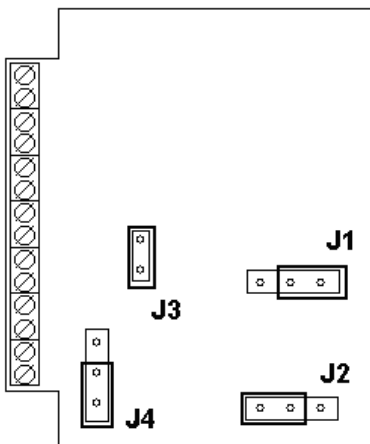

Рисунок 4– Нормальное положение перемычек контроллера
5 Выключить питание и установить перемычки J1, J2 в нормальное положение (рисунок 4).
- Разрешение кодоносителей следует производить в режиме «доступ» с перемычками J1 и J2, установленными в нормальное положение (см. рисунок 4).
- Запрещение кодоносителей производить в режиме «доступ» с перемычками J1 и J2, установленными в нормальное положение (см. рисунок 4).
5 Выключить питание и установить перемычки J1, J2 в нормальное положение (рисунок 4). Все ключи будут запрещены. Контроллер «ОФИС 2000-6 / 12» готов к составлению нового списка ключей.
7 Выключить питание и установить перемычки в нормальное положение (рисунок 4).
7 Выключить питание, установить перемычки в нормальное положение (рисунок 4) и закрыть дверь (замкнуть датчик).
- при использовании **обычного электромеханического замка** перемычка должна быть замкнута (см. рисунок 4). При этом замок должен подключаться к клеммам “L” и “+” (сирены).
- при подключении **обычной сирены** перемычка должна быть перемещена вниз (рисунок 4).